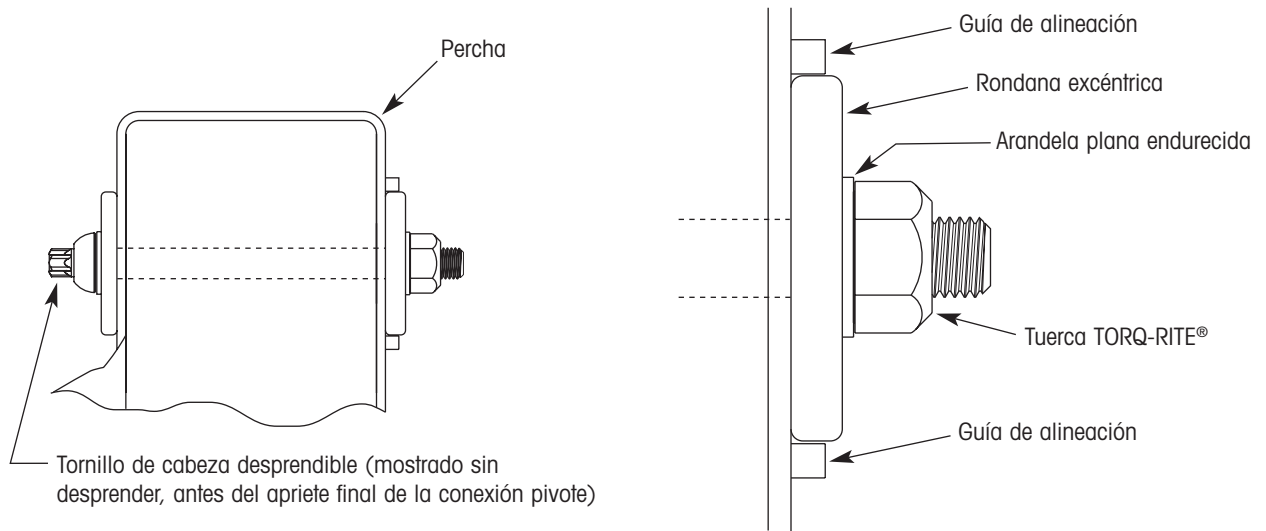
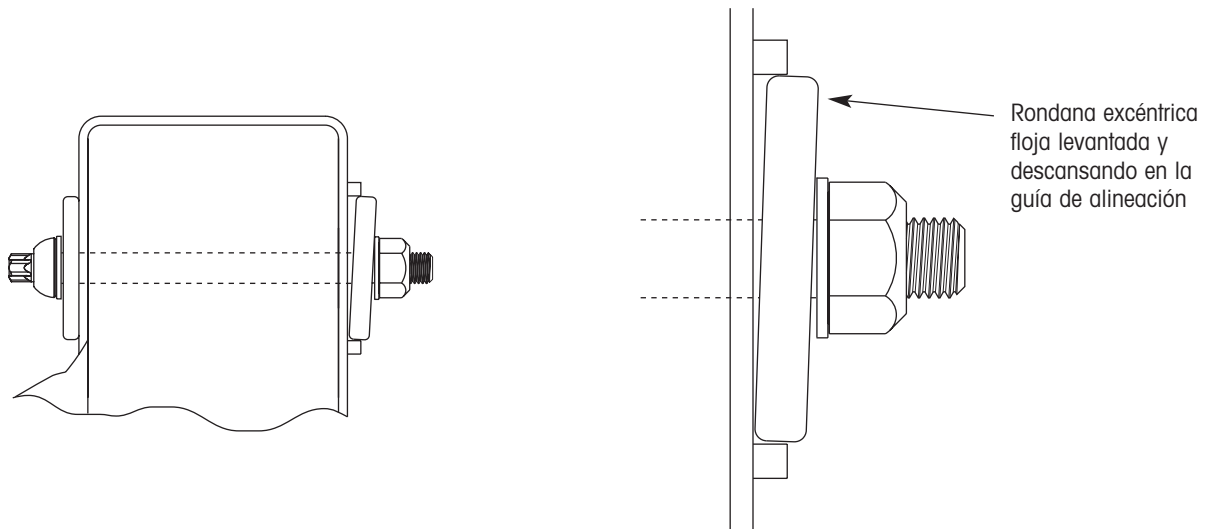

Figura 26a. Rondana excéntrica colocada adecuadamente
Figura 26c. Rondana excéntrica levantada
**IMPORTANTE:** La rondana excéntrica debe hacer contacto completamente con la percha durante todo el proceso de alineación (figura 26a). Si la tornillería de la conexión pivote está muy suelta, la rondana excéntrica puede levantarse sobre la guía de alineación, resultando en una alineación incorrecta (figura 26c). Si esta situación ocurre durante la alineación, consulte la información de Rondana Excéntrica Levantada en la sección Diagnóstico de Fallas.